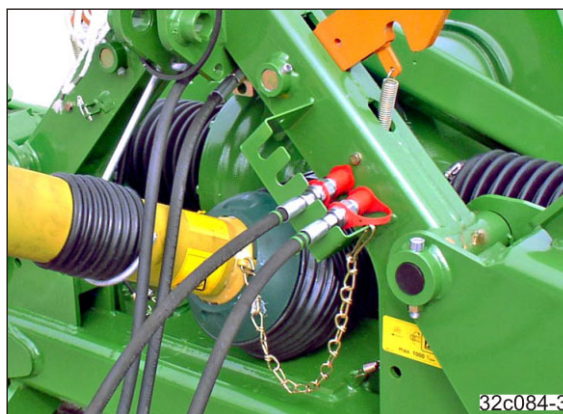

Fig. 78
10. Fastgør forsyningsledningerne i opbevaringsrummet (Fig. 78).